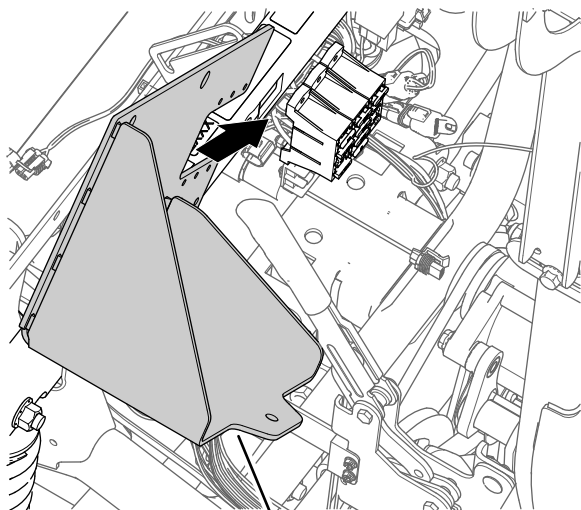

Figura 213
1. Alinee el nuevo soporte de la batería con el tubo del sujeción del amortiguador y los bloques de fusibles (Figura 213).